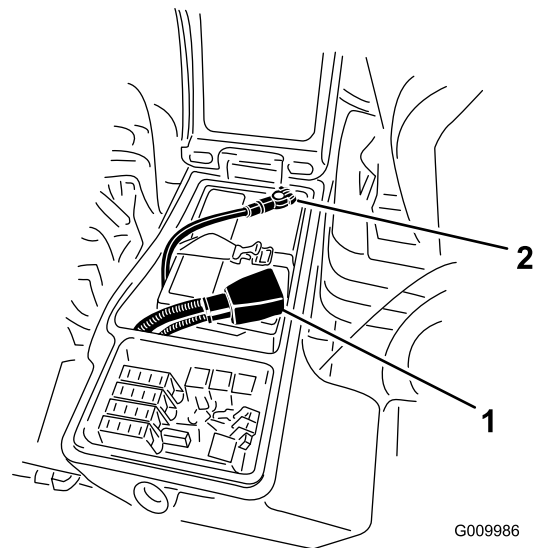

Figura 50
6. Conecte el cable positivo (rojo) al terminal positivo (+) y el cable negativo (negro) al terminal negativo (-) de la batería (Figura 50).